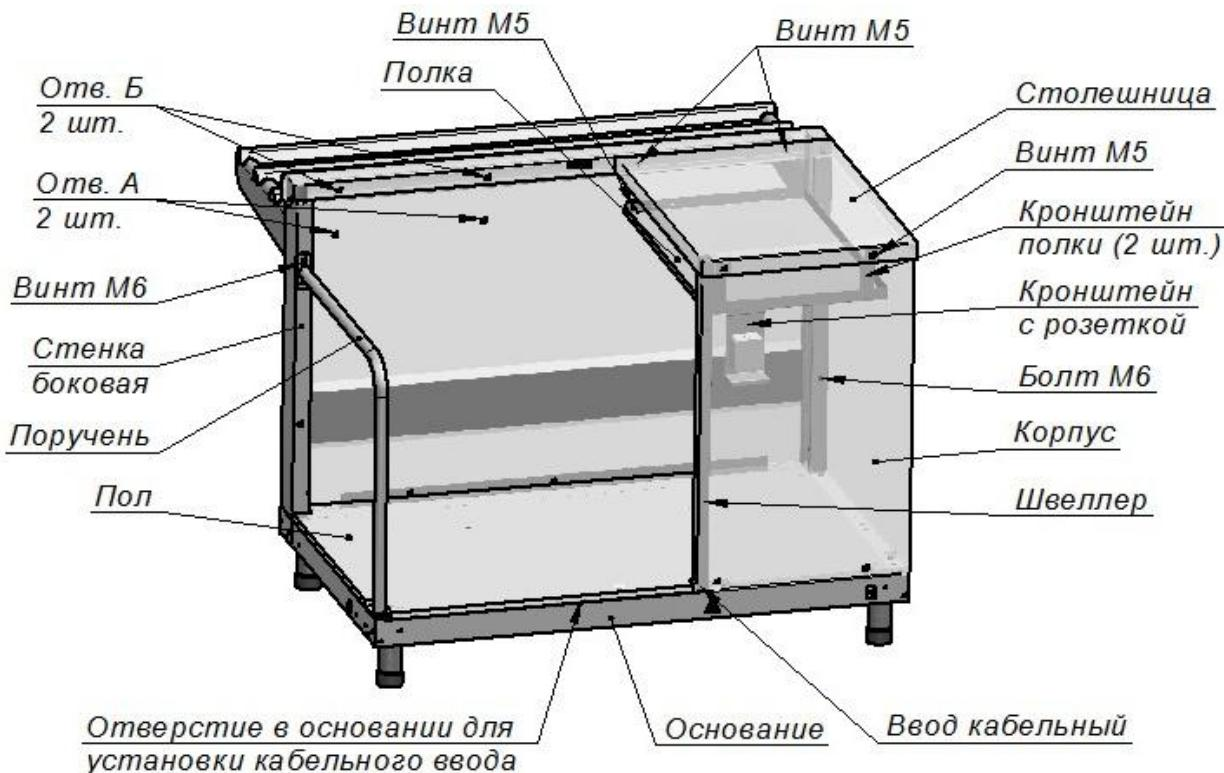

Рис. 2
1. Снять столешницу (см. рис. 2), предварительно открутив четыре винта M5 (два снаружи и два внутри).